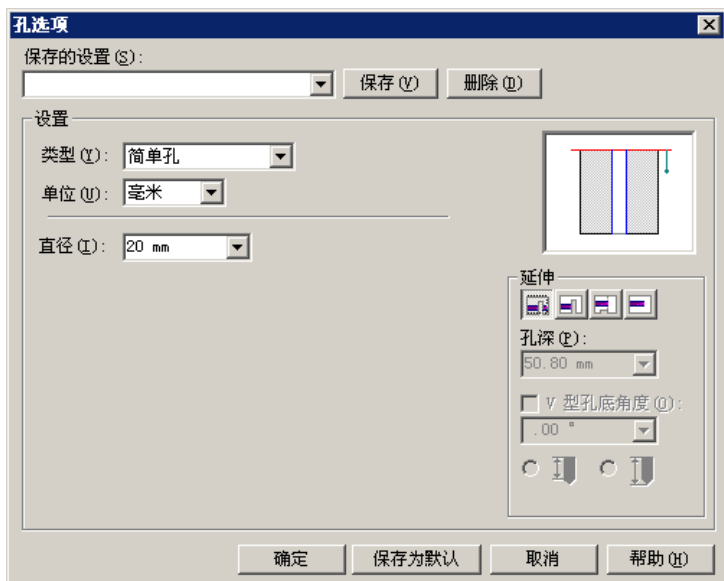

图 5.3.3 “孔选项”对话框
Step3. 定义孔的参数。单击按钮，系统弹出图 5.3.3 所示的“孔选项”对话框。在“类型(T):”下拉列表中选择“简单孔”选项，在“单位(U):”下拉列表中选择“毫米”选项，在“直径(D):”下拉列表中输入值 20，在“延伸”区域选择延伸类型为（全部穿透）；单击“确定”按钮，完成孔参数的设置。